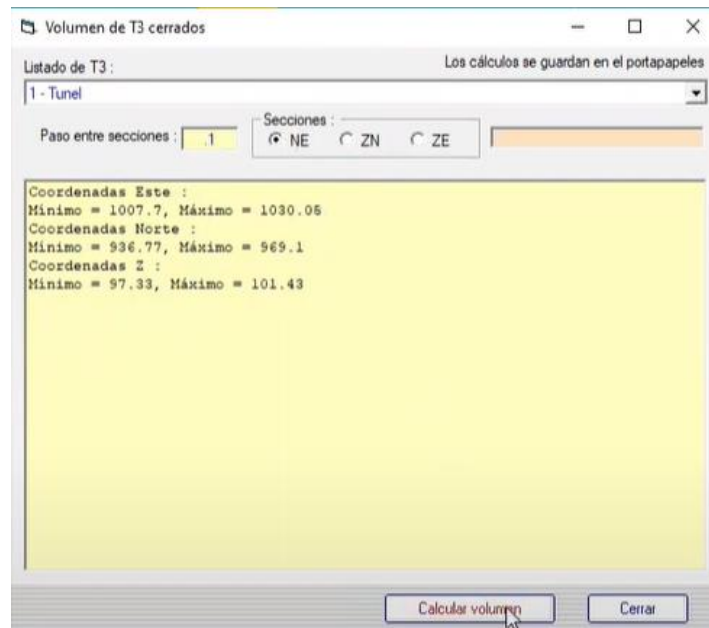

Figura 487. Cálculo del volumen.
59. En la ventana emergente, seleccionar el enmallado cerrado que corresponde al montículo, introducir un valor de “0.1” para que el intervalo entre secciones sea de 10 cm y seleccionar “NE” para que las secciones las genere en ese plano. Presionar “Calcular volumen”. Figura 487.